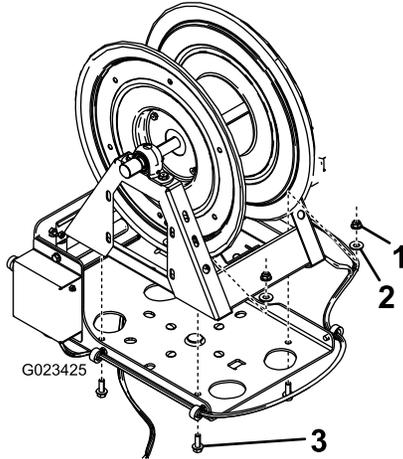

Bild 7
7. Befestigen Sie die Schlauchtrommel mit vier kurzen Schrauben (3/8"), vier kleinen Scheiben und vier Bundmuttern (3/8") an der Schwenkplatte, wie in Bild 7 abgebildet.